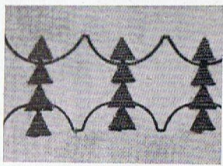

Abb. 119
**Borten-Muster.** Durch Kombination verschiedener Zierstichmuster kann eine Vielzahl der verschiedensten Muster hergestellt werden, die sich für Borten und zur Verzierung von Kleidern mit fortlaufenden Bandmustern eignen. Die Bogennaht- und die Pfeilspitzen-Schablone werden zur Herstellung des Bandmusters in Abb. 119 verwendet. Zwei Bogennahtlinien — Überstich 5 mm und Stichtlänge ca. 1 mm — werden durch Pfeilspitzengruppen — Überstich 5 mm und Stichtlänge fast 0 — gekreuzt.